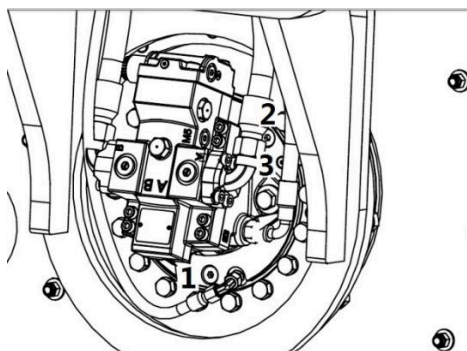

Рис. 3-13 Замена смазочного масла
4. Замена смазочного масла колесного редуктора (Рис. 3-13)